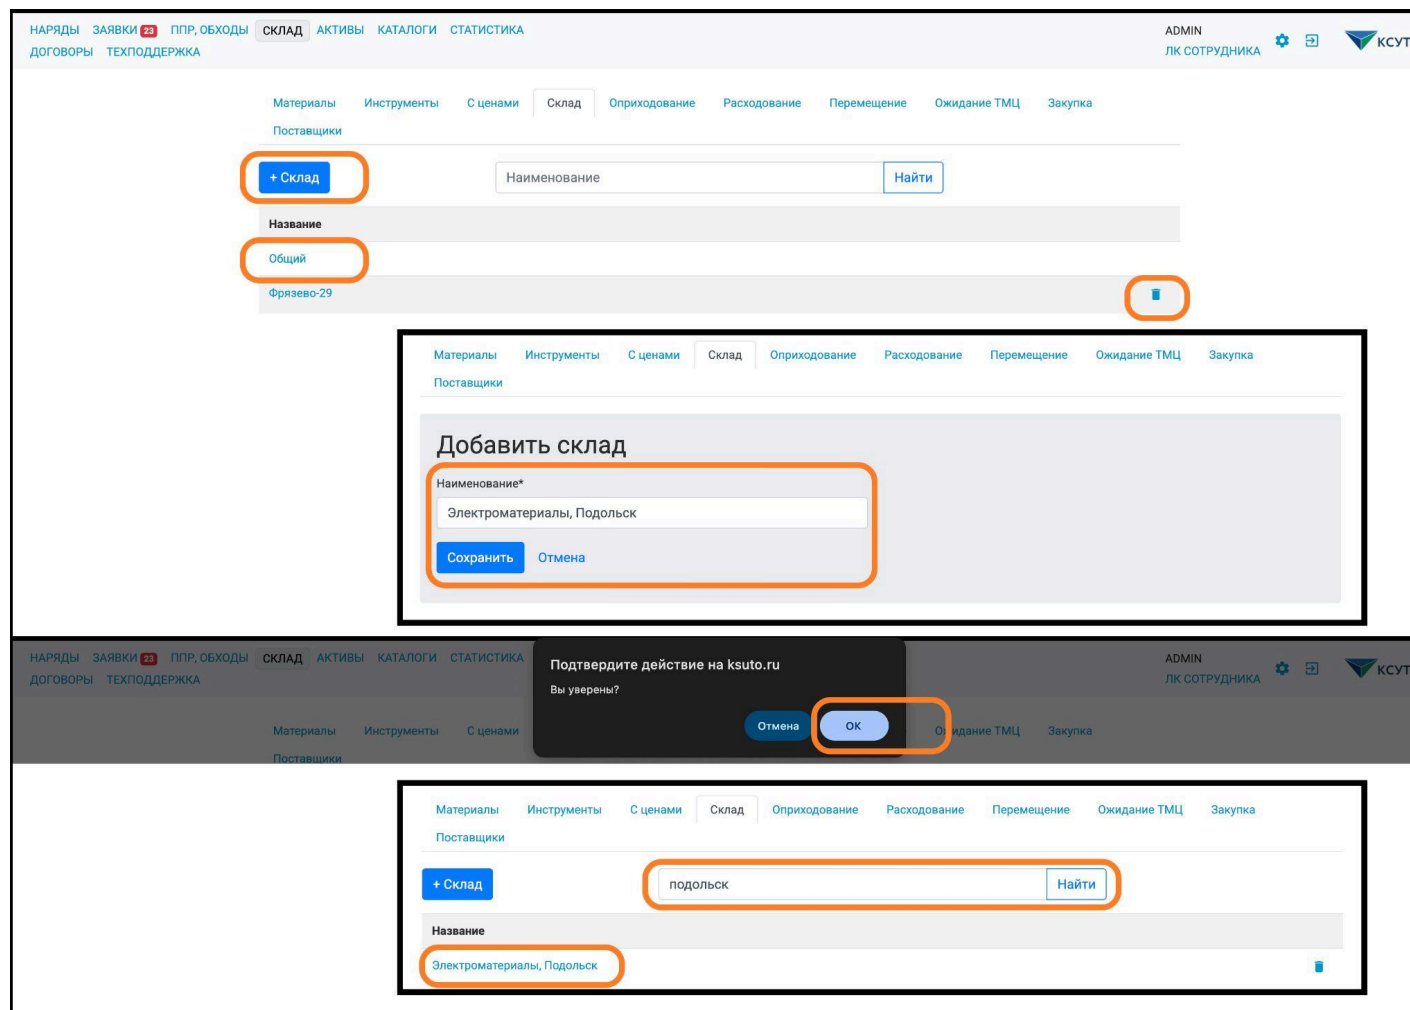

Рис.25 Создание склада
7.3.1. Чтобы добавить Склад, нужно нажать кнопку «+Склад». В открывшейся странице заполнить наименование. Нажмите кнопку «Сохранить» (рис. 25);